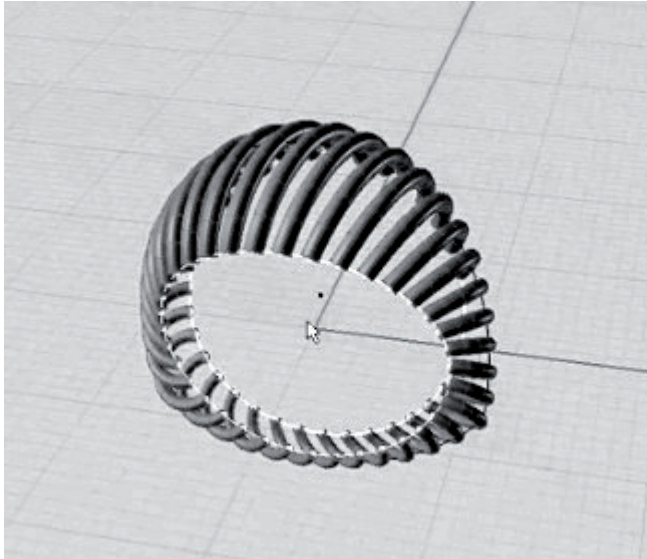

Рис. 80. Множество полученных трубок
15. Так строим дуги по всему кругу. Можно это сделать с помощью копий (рис. 80).